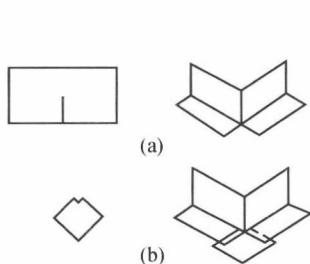
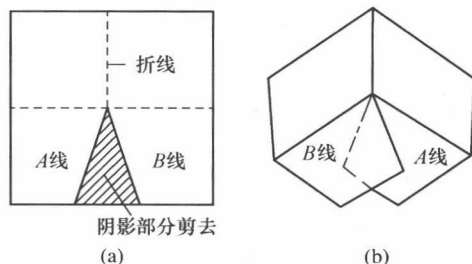

图 1-1 阳角附加层剪裁方法
图 1-2 阴角附加层剪裁方法
复杂部位增强处理	对于阴阳角、水落口、通气孔的根部等复杂部位,应先用聚氨酯涂膜防水材料或常温自硫化的丁基橡胶胶黏带进行增强处理。 (1)用聚氨酯涂膜防水材料的处理方法:先将甲料和乙料按 1:1.5 比例搅拌均匀,再均匀涂刷于阴阳角、水落口等周围,涂刷宽度应以中心算起约 200 mm 以上,厚度以 1.5 mm 以上为宜。涂刷固化 24 h 以上,才能进行下一工序的施工。 (2)用常温自硫化丁基橡胶胶黏带处理:如为阴阳角部位,可按图 1-1、图 1-2 剪裁,每边伸出宽度为 100 mm,并粘贴在预定的基层上